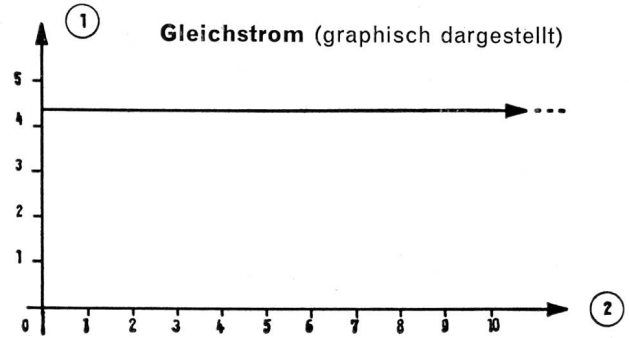

Fig. 98 1 Intensität
**Regel: Ein Gleichstrom ist immer gleichgerichtet und grundsätzlich gleich stark (Fig. 98).**